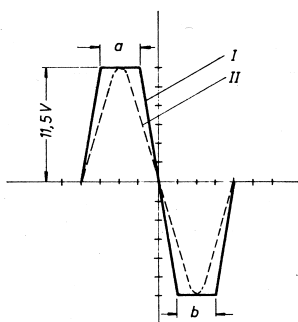

Bild 3 Symmetrierung der Amplitude nach Abs. 2.7.1
2.7.1 Verstärker nach Abs. 2.4 bzw. 2.6 aussteuern. Eingangsspannung etwas erhöhen, bis sich am Ausgang des Verstärkers ein Oszillogramm nach Kurve I/Bild 3 ergibt. (Verstärker ist übersteuert).
2.7.2 Mit Einstellregler R 226 (Punkt (f) Bild 9) Amplitude symmetrieren, so daß die Abstände „a“ „b“ der Kurve I in Bild 3 gleich sind.
2.7.3 Eingangsspannung wieder verringern und gleichzeitig mit R 226 Symmetrie der Amplitude aufrecht erhalten, bis verzerrungsfreie Sinuskurve (Kurve II, Bild 3) sichtbar wird.